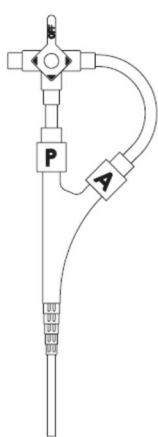

Figura 1
- Para retirar todo o ar das extensões do adaptador, ajuste a torneira de três vias de modo que as três setas apontem para os três conectores do adaptador (Alavanca OFF da torneira de três vias na posição lateral - Figura 1). Ligue a seringa preenchida de contraste ao adaptador e encha as duas extensões sem que se formem bolhas).
- Para insuflar simultaneamente os balões, a alavanca OFF da torneira de três vias deve ser colocada na posição lateral.(Figura 1)
- Para proceder à desinsuflação dos dois balões, coloque a alavanca OFF na torneira de três vias na posição lateral (Figura 1) e desbloqueie o êmbolo do dispositivo de insuflação, puxe-o totalmente para trás e bloqueie-o novamente. Remova o cateter balão Stop'n Go do osso através da cânula, mediante um cuidadoso movimento rotativo.